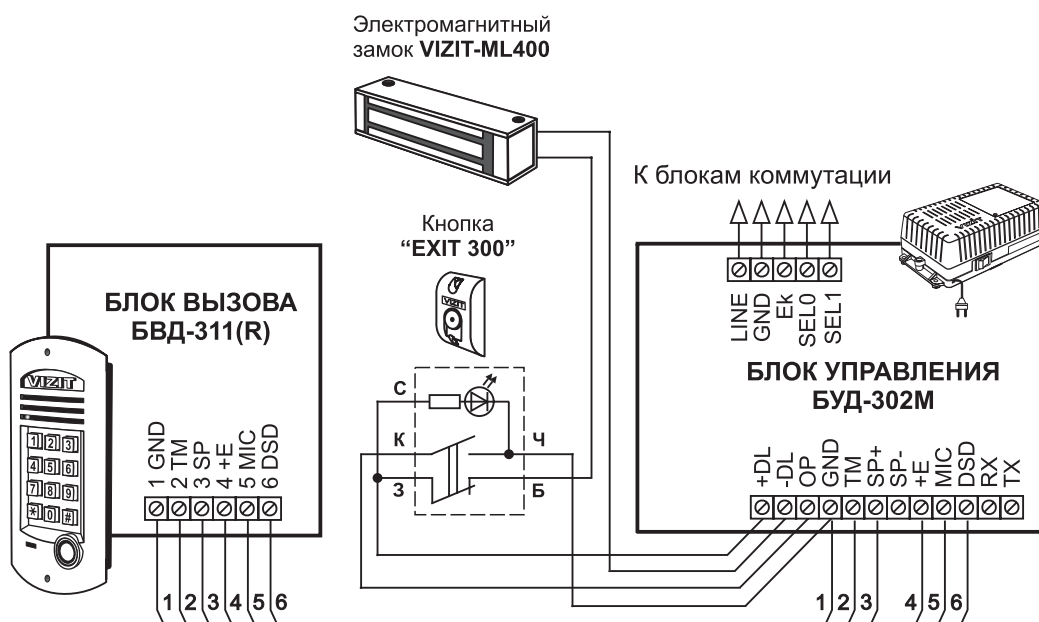

Рисунок 4 - Схема соединений блока управления БУД-302М с блоком вызова БВД-311(Р), электромагнитным замком VIZIT-ML400 и кнопкой "EXIT 300"
* Для устойчивой работы считывателя ключей блоков вызова суммарная ёмкость между цепью **ТМ** (при её наличии в блоке вызова) и остальными проводами в кабеле, соединяющем БВД и БУД, не должна превышать 1500 пФ (см. рисунок 4). При наличии повышенного уровня радиопомех целесообразно использовать витую пару.